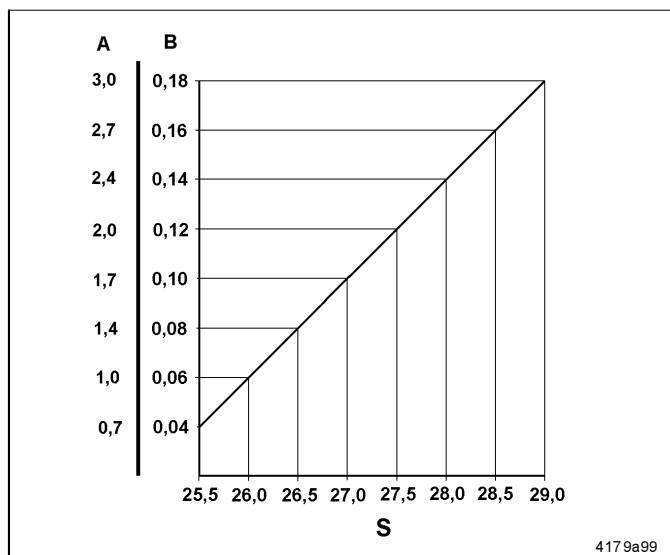

Fig. 4-3 Diagramme des débits
Cote de réglage « S » (Fig. 4-3) 28 mm
- A l'aide du diagramme des débits (Fig. 4-3), déterminer la cote de réglage S (y compris l'écart) pour le débit nécessaire.